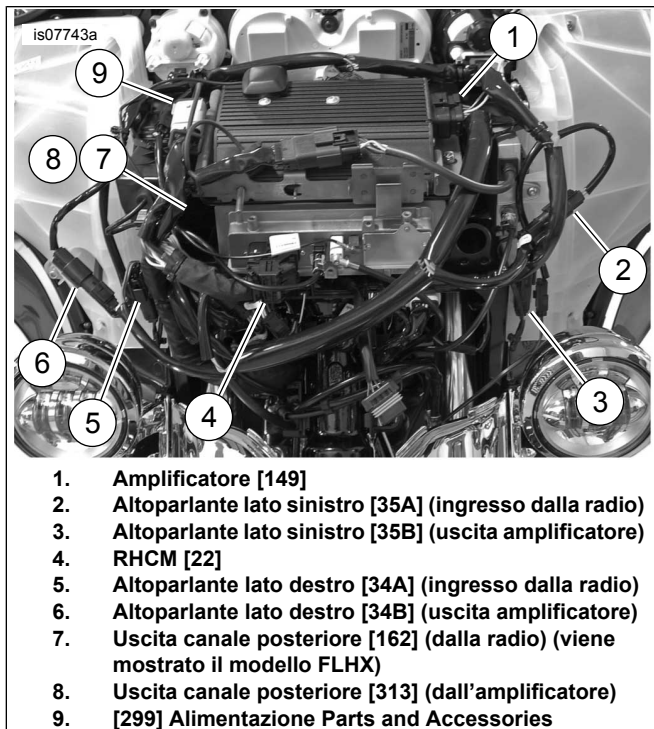
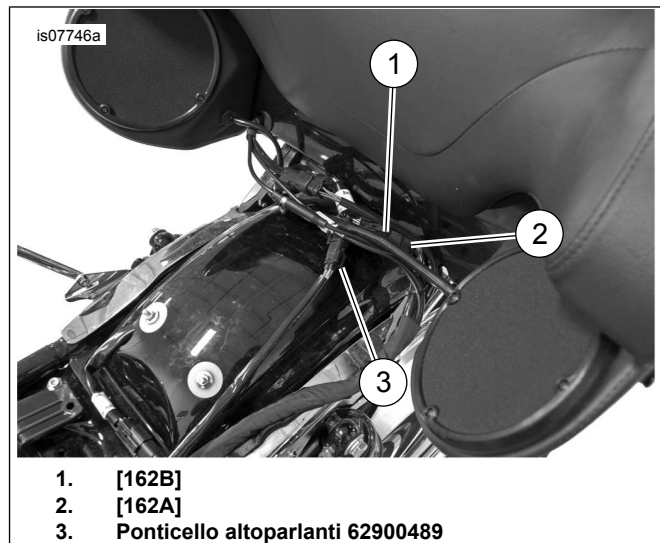

Figura 8. Collegamenti del cablaggio
Figura 10. Interconnessione dei gusci degli altoparlanti posteriori
4. Vedere Figura 8 Posizionare il cablaggio come illustrato e collegare i connettori. I collegamenti per [162] e [313] vengono descritti in dettaglio nelle note seguenti.
- Se questo amplificatore viene usato con un amplificatore secondario per abilitare da sei a otto altoparlanti, vedere i dettagli sui collegamenti per [162] e [313] in Tabella 1, Tabella 2 e nel kit 76000280. FLHX(S) [162] (F) uscita Molex a quattro vie del canale posteriore della radio. Per l'uscita dell'altoparlante senza amplificatore. Vedere Figura 8 Non utilizzata con amplificatore primario, utilizzata per INGRESSO amplificatore secondario. Vedere Figura 10. FLHTC/FLHTK/TRIKE [162] (R), uscita Molex a 16 vie del canale posteriore della radio. Contiene tutto il cablaggio dei gusci degli altoparlanti posteriori. Installare il 69200714 per utilizzarlo con gli amplificatori (vedere il punto 7). Amplificatore sulla carenatura [313], uscita Molex a 4 vie del canale posteriore dell'amplificatore primario, può essere utilizzato per altoparlanti nelle borse, gusci posteriori o carenatura inferiore. Riservato per carenatura inferiore quando utilizzato su configurazioni a sei o otto altoparlanti.
- Vedere Figura 10. Scollegare il [162], posto dietro allo schienale del passeggero.